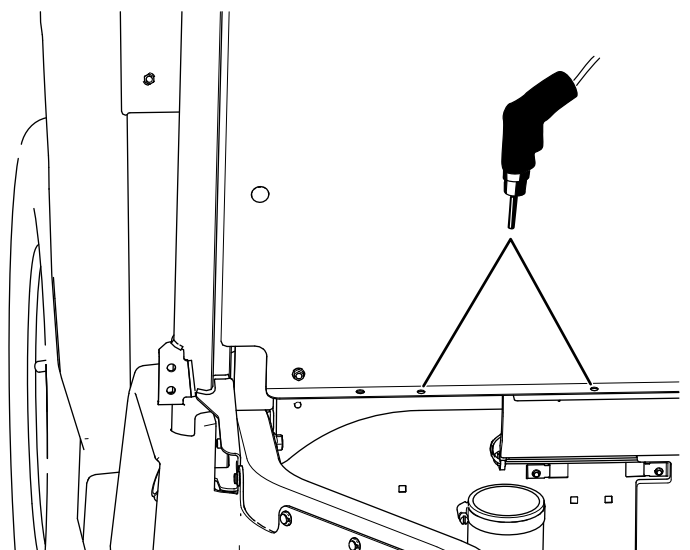

Figure 26
D. Déplacez le capot d'admission CVT et percez les 2 trous ( $\frac{11}{32}$  po) dans le panneau du siège (Figure 26).